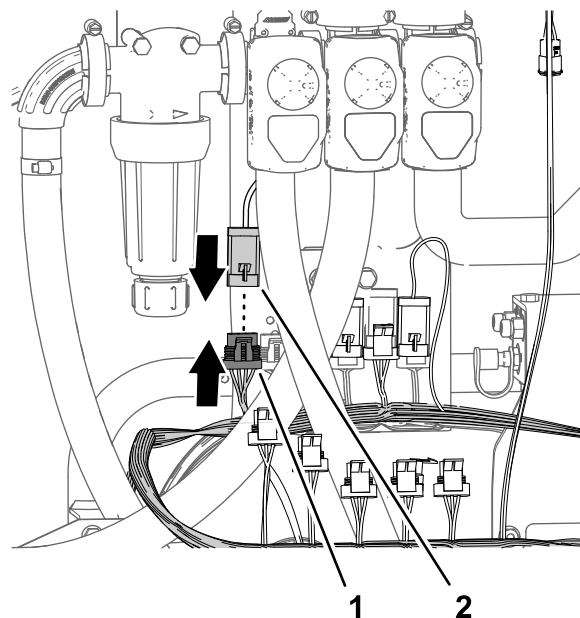

Figura 87
4. Collegate il connettore a 4 pin dell'attuatore per la valvola di frequenza al connettore a 4 prese della diramazione di 89 cm del cablaggio preassemblato del kit indicato come VALVOLA DI FREQUENZA (Figura 87).